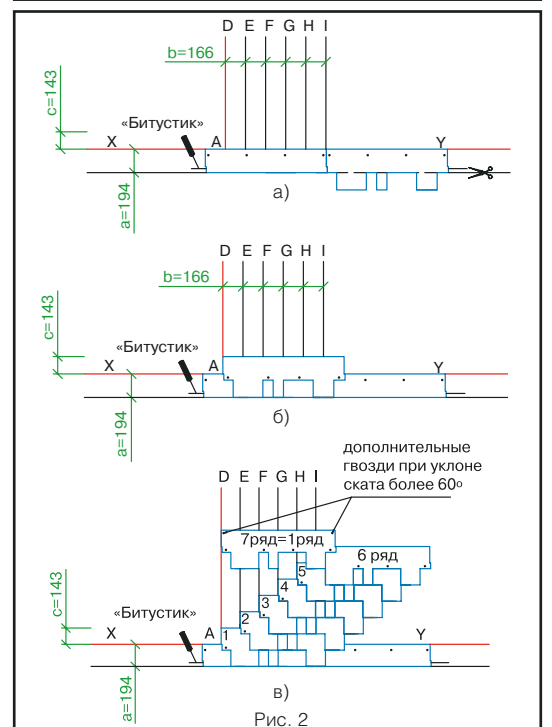

Рис. 2
Укладка материала (рис. 2)
- далее первый ряд черепицы укладывается от линии AD (рис. 2б);
- второй ряд укладывается от линии E (со смещением 16,6 см от AD) (рис. 2в);
Каждый лист черепицы АЛЬПИН крепится 4 гвоздями таким образом, чтобы гвоздь прошивал и верхний край нижележащего листа черепицы (рис. 2в).